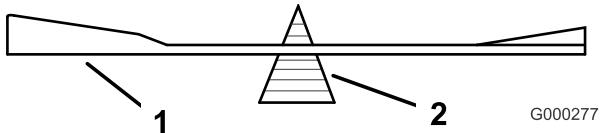

Figure 58
2. Vérifiez l'équilibre de la lame en la plaçant sur un équilibrEUR (Figure 58). Si la lame reste horizontale, elle est équilibrée et peut être utilisée. Si la lame est déséquilibrée, limez un peu l'extrémité de la partie relevée seulement (Figure 58). Répétez la procédure jusqu'à ce que la lame soit équilibrée.